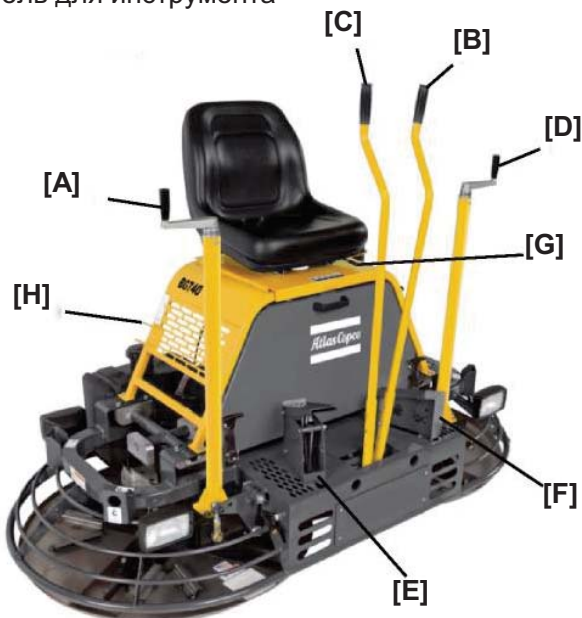

РИСУНОК 2.3.1
- 2) При нахождении оператора на сиденьи машины следует ознакомить его с функцией рычагов [В] и [С] и обучить процедуре пуска. См. рис. 2.3.1.